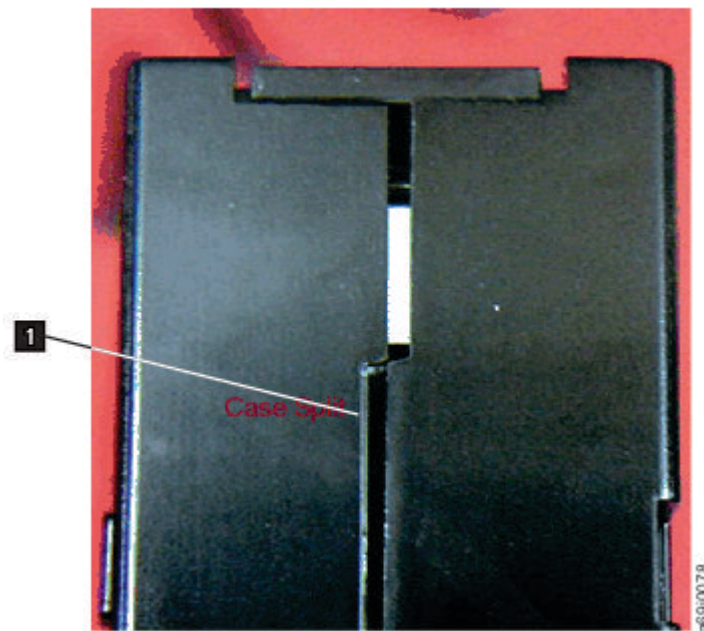

Figure 57. Recherche de jours dans les jointures d'une cartouche
- Inspectez l'arrière de la cartouche (la partie qui rentre en premier dans le compartiment de chargement de la bande) et vérifiez qu'il n'y a pas de fentes dans la jointure du boîtier de la cartouche.. S'il y a des fente dans la jointure (voir Figure 57, à la page 83), l'amorce peut être délogée.